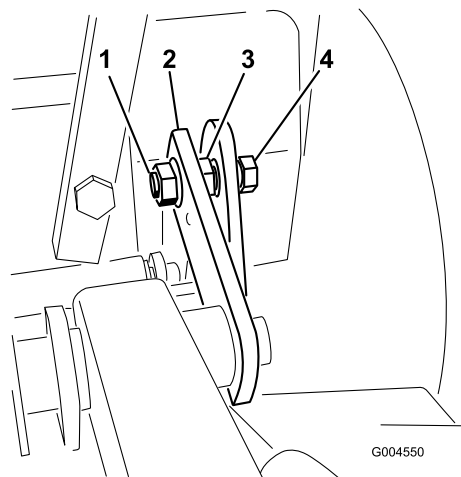

Figura 53
9. Regolate i bulloni in modo che l'estremità del bullone sia a livello del dado. Ciò consentirà alla boccola di rotolare nella scanalatura nella staffa della scocca del tosaerba (Figura 53).